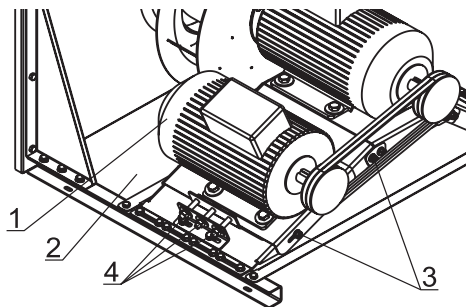

Рисунок 32. Натяжение ремня вентилятора
Натяжение ремней (рис. 32) регулируется перемещением электродвигателя (1) вдоль площадки (2). Для этого нужно: ослабить затяжку болтовых креплений (3) электродвигателя к площадке (2) и стопорные гайки натяжных болтов (4); переместить его закручиванием гайки натяжных болтов (4), добиться выравнивания ведомого и ведущего шкивов (см. «Выверка валов вентилятора и электродвигателя»); затянуть болтовое соединение (3). После выполнения всех операций затянуть стопорные гайки натяжных болтов (4).
Шкивы устанавливаются на вал через коническую втулку, которая посажена в сопрягающуюся конусную расточку в шкиве. Чтобы установить, вставьте втулку в шкив. Совместите отверстия (не резьбовые) и надвиньте весь узел на вал. Установите винты. Сцентрируйте шкивы и затяните винты. При этом размер (A) см.рис.32, от торца втулки до торца вала должен быть не менее 5 мм.